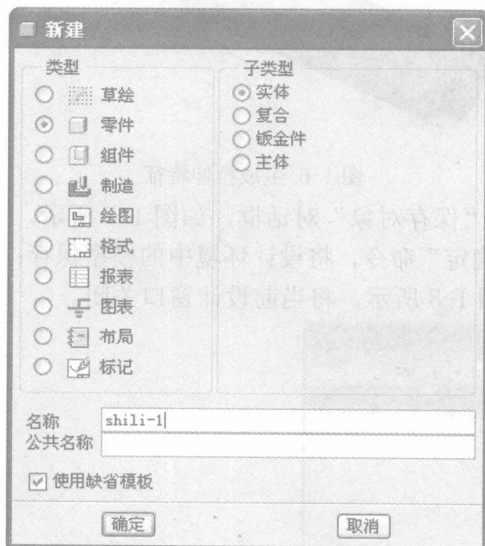

图 1-1 “新建”对话框
1. 打开 Pro/ENGINEER 系统, 左键单击“文件”工具条的“创建新对象”命令, 系统打开“新建”对话框, 使用默认的“零件”选项, 零件名设置为“shili-1”, 如图 1-1 所示。